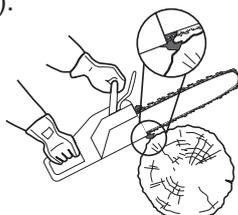

Fig. 31
5. Attendez que la chaîne (6) tourne à plein régime avant de commencer à couper. Avant de commencer la coupe, posez la tronçonneuse sur le bois en l'appuyant sur la griffe d'abattage, puis servez-vous de la griffe d'abattage comme point de levier au cours de la coupe (Fig. 31).